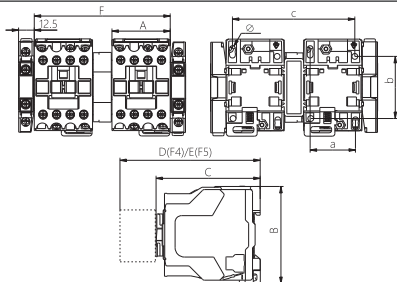

图1 NC1-09(N) ~ 32(N)交流接触器外形与安装示意
2.1 NC1-09(N)~32(N)系列交流接触器安装尺寸与外形尺寸, 见图1及表2。型号规格重量见箱贴。